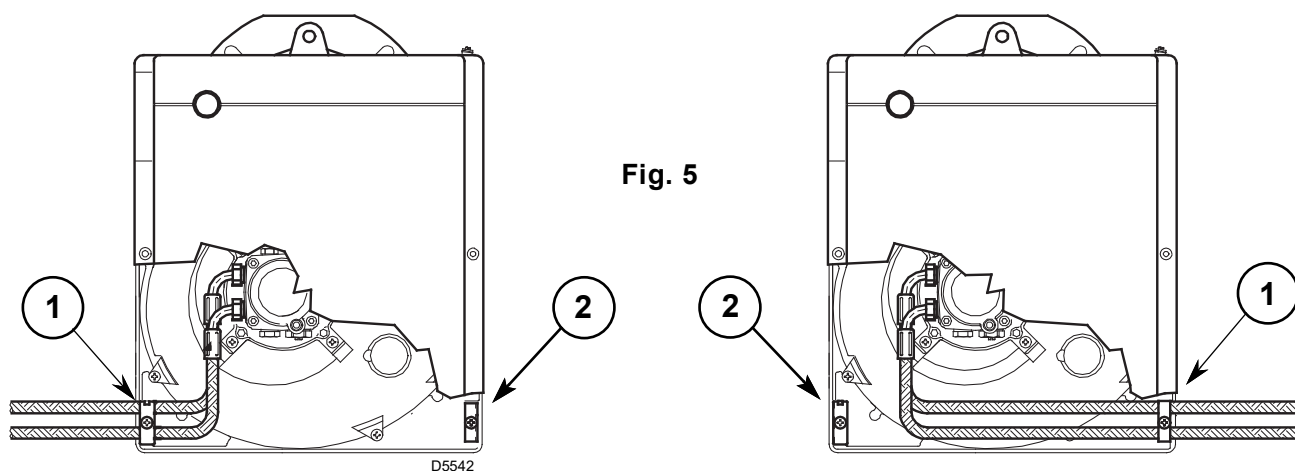

Fig. 5
Il bruciatore è predisposto per ricevere i tubi di alimentazione del gasolio da entrambi i lati. A seconda che l'uscita dei tubi avvenga a destra o a sinistra del bruciatore si dovranno invertire sia la piastrina di fissaggio (1) che la squadretta di chiusura (2), (vedi Fig. 5).